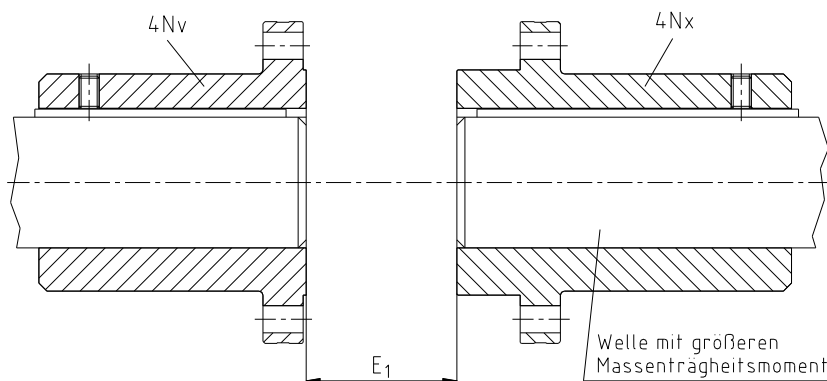

Bild 4: Montage der Kupplungsflansche
- Montieren Sie die Kupplungsflansche (Bauteil 4Nv und 4Nx) auf die Welle der An- und Abtriebsseite. Der Kupplungsflansch (Bauteil 4Nx) für die Montage der Bremsscheibe (Bauteil 15Nx) ist auf das Wellenende zu setzen, an dem das größere Massenträgheitsmoment wirksam wird (siehe Bild 4).
- Die Innenseiten der Kupplungsflansche (Bauteil 4Nv und 4Nx) müssen bündig mit den Stirnseiten der Wellen abschließen (siehe Bild 4).
- Verschieben Sie die Aggregate in axiale Richtung, bis das E1-Maß erreicht ist (siehe Bild 4).